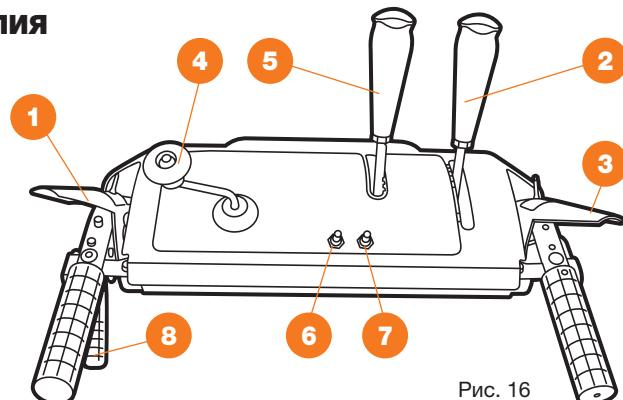

Рис. 16
Перед началом работы внимательно изучите устройство всех рычагов и элементов управления. Описание основных элементов панели управления (Рис. 16)
- Установите требуемую рабочую скорость движения переключением передачи на панели управления. Перемещая рычаг выбора скорости движения **2** (Рис. 16, стр. 28), установите его в одно из шести положений **ВПЕРЕД** или в одно из двух положений **НАЗАД**.
- Нажмите на рычаг включения вращения шнека **3** (Рис. 16, стр. 28), и шнеки начнут вращаться. Отпустите его, и шнеки остановятся.
- Нажмите на рычаг включения привода колес **1** (Рис. 16, стр. 28) и снегоуборщик начнет движение. Отпустите его и движение будет остановлено.
- При отпущенном рычаге включения вращения шнека ③ (Рис. 16, стр. 28), трос привода должен иметь небольшое ослабление. Он не должен быть сильно натянут.
- Находясь в положении оператора (за снегоуборщиком) включите шнек, нажав на рычаг включения привода вращения шнека ③ (Рис. 16, стр. 28).
- Оставьте шнек в рабочем состоянии примерно на 10 секунд, после чего опустите рычаг включения шнека ③ (Рис. 16, стр. 28). Повторите эту процедуру несколько раз.
- При включенном двигателе и установленном в верхнее положение рычаге включения шнеков ③ (Рис. 16, стр. 28), подойдите к снегоуборщику со стороны ковша.